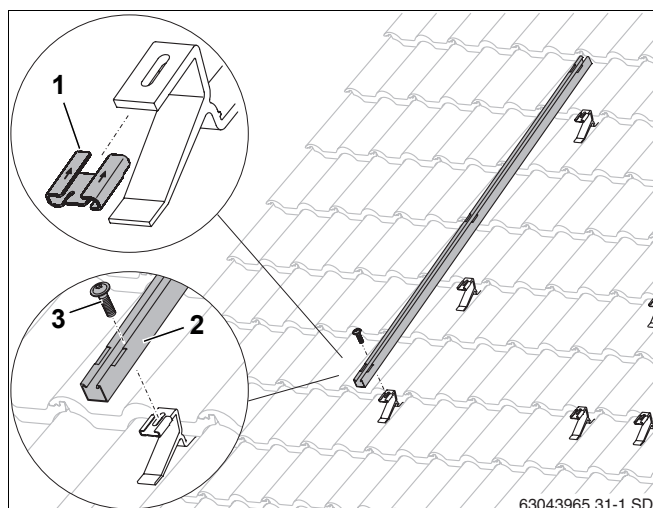

Fig. 29 Fixarea șinelor profilate de sarcină mare (zăpadă)
- Fixarea șaburilor pe cârlige (Fig. 29, **Poz. 1**) în direcția indicată de săgeată.
- Poziționați șinele profilate de sarcină mare (zăpadă) pe cârlige (Fig. 29, **Poz. 2**) și strângeți-le cu șuruburi M8 (Fig. 29, **Poz. 3**).